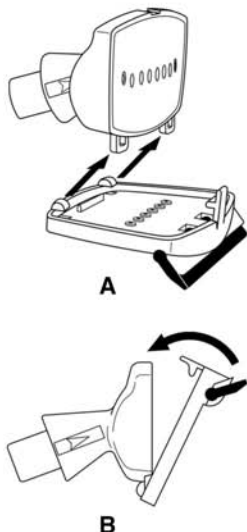

FIGURE 3
1. Insérez les crochets situés sur le dos/ fond de la Grande Brosse / Raclette dans les fentes situées sur le fond du Bec Tout Usage (FIGURE 3-A).
2. Poussez la Grande Brosse / Raclette vers l'arrière jusqu'à ce que le crochet situé au dos s'attache sur le dos/sommet du Bec Tout Usage (FIGURE 3-B).